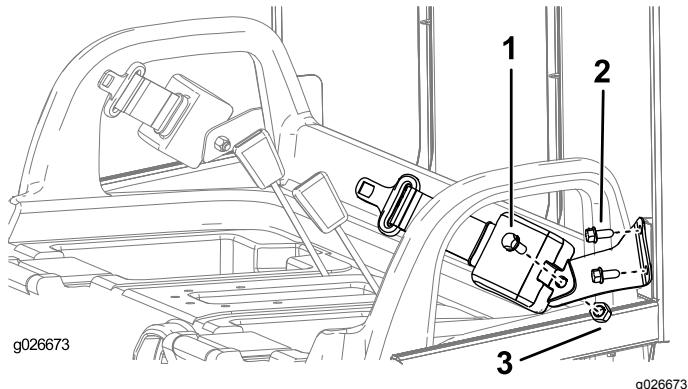

Bild 8
- Befestigen Sie eine Sicherheitsgurt-Halterung mit 2 Schrauben (3/8") an jeder Überrollschutznase, siehe Bild 8.
- Befestigen Sie das zurückziehbare Ende jedes Sicherheitsgurts mit einer Schraube (7/16") und Mutter (7/16") an jeder Sicherheitsgurt-Ankerhalterung, wie in Bild 8 abgebildet.